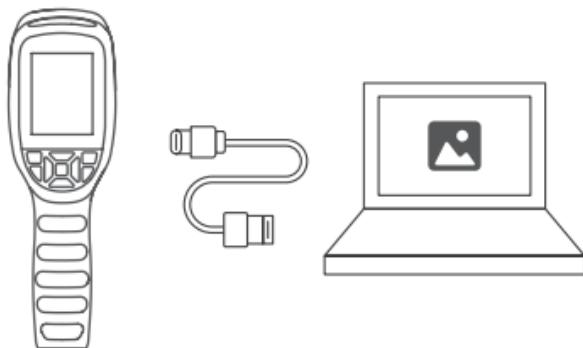

Abbildung 4.1.1
- 2.** Verbinden Sie TC004 SE mit dem mitgelieferten USB-Kabel an Ihren Computer (siehe Abbildung 4.1.1).